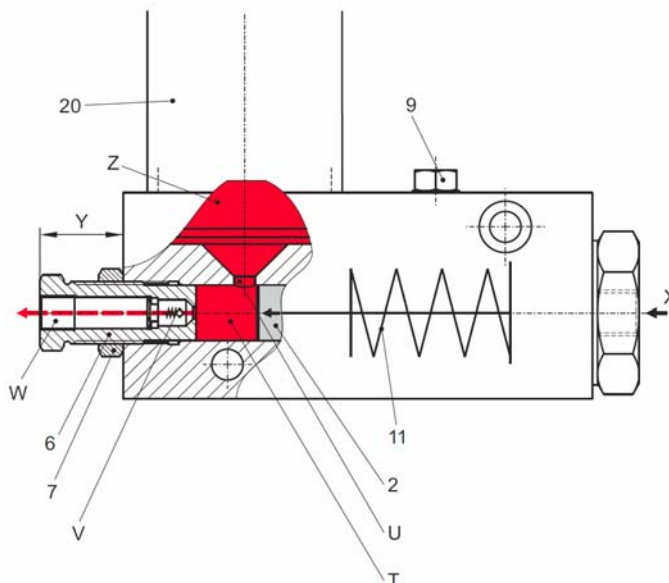
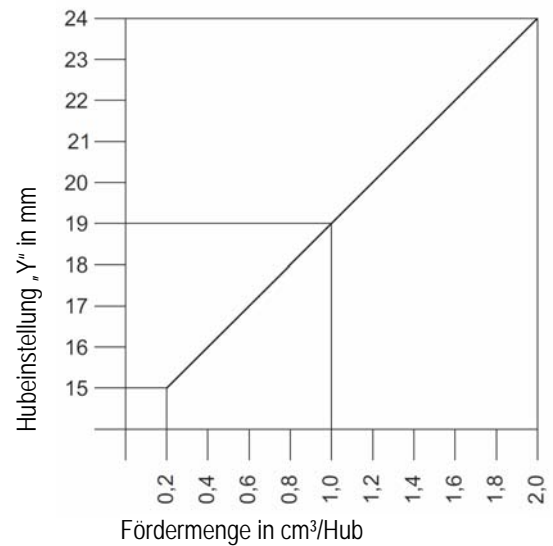

Abb.2
Abb.3
Für die Schmierstoffleitung ist eine Hochdruckleitung mit Schlauchanschlüssen in die Verschraubung am Schmierstoffauslass (W, Abb.2) zu montieren.
Legen Sie eine Bypass-Leitung vom Hydrauliksystem des Trägergerätes zum Hydraulikanschluss des Gerätes (X, Abb.2).
Die Fördermenge kann an der Stellschraube (6, Abb.2) stufenlos in einem Bereich von 0,2 bis 2,0 cm³/Hub eingestellt werden. Bei Auslieferung ist die Fördermenge auf 2,0 cm³/Hub eingestellt. Das Maß Y bestimmt die Fördermenge des Gerätes (siehe Abb.3).
- Kontermutter (7, Abb.2) lösen
- Fördermenge an der Stellschraube (6, Abb.2) einstellen:
- Fettkartusche (20, Abb.2) gegen den Uhrzeigersinn aus dem Pumpengehäuse (1, Abb.2) drehen.
- Entlüftung erfolgt durch drucklosen Betrieb bei geöffneten Ausgängen des Systems! Entfernen Sie hierzu die Druckleitung von der Stellschraube (6, Abb.2).
- Entlüftungsschraube (9, Abb.2) lockern (die Entlüftungsschraube muss nicht ganz heraus geschraubt werden).
Alle angegebenen Positionen zu Abb.2 (Seite 7)